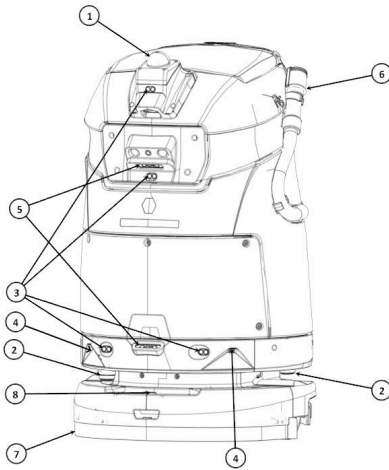

Figura 1
1. lidar 3D (Figura 1)
2. lidar 2D (Figura 1)
3. sonar (Figura 1)
4. sensor de tempo de voo (Figura 1)
5. câmara de profundidade (Figura 1)
6. mangueira de drenagem do depósito de água suja (Figura 1)
7. defletor frontal (Figura 1)
8. patilha de desbloqueio da cobertura da cabeça de limpeza (Figura 1)